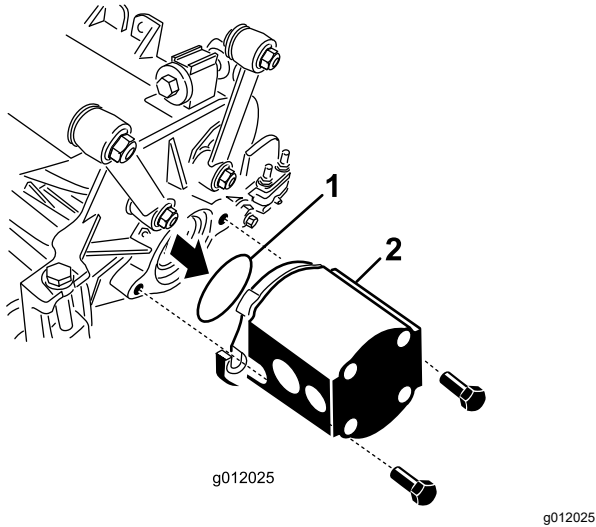

Bild 24
- Setzen Sie den O-Ring (mit dem Mähwerk geliefert) am Flansch des Antriebsmotors ein (Bild 24).
- Montieren Sie den Motor am Antriebsende des Mähwerks und befestigen Sie ihn mit den zwei Kopfschrauben, die dem Mähwerk beiliegen (Bild 24).